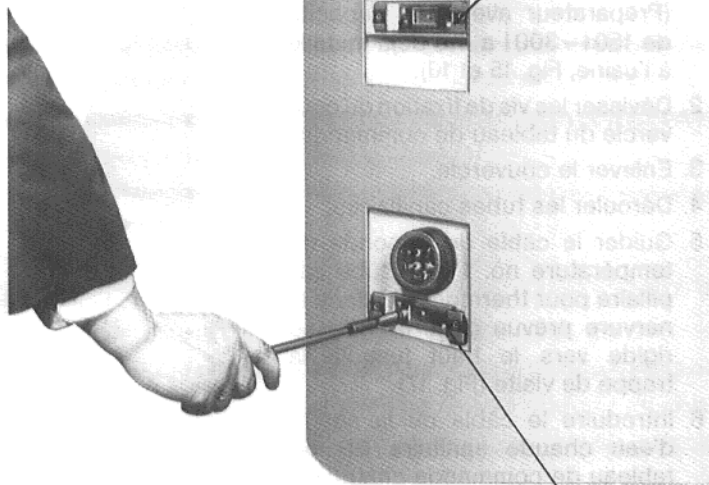

Fig. 12
1. Visser en croix au moyen des vis taraudeuses l'étrier de retenue sur l'étrier fixé au préparateur (Préparateur avec une capacité de 150l – 300l a été déjà installé à l'usine, Fig. 12 et 13).